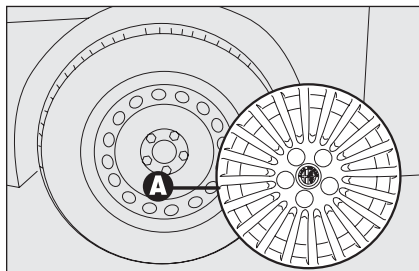

fig. 6
- rimuovere la coppa ruota **A-fig. 6** (solo versioni con cerchi in acciaio);